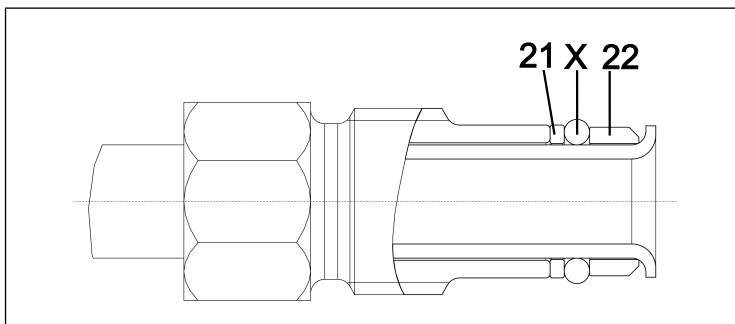

Fig. 18: Placement correct du joint torique
**i** Lors du remplacement des joints toriques, veillez à bien positionner les nouveaux joints toriques (entre manchon (22) et coussinet de glissement (21 Fig. 18).